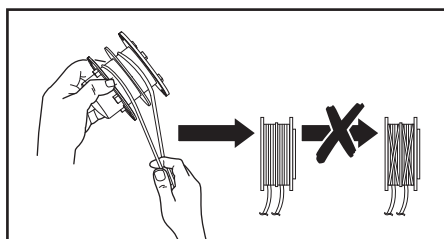

Fig. 17
7. Enrouler fermement les fils de coupe sur la bobine de coupe-bordures (10d) dans le sens de la flèche (Fig. 17).